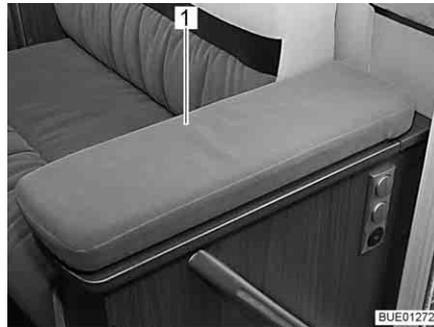
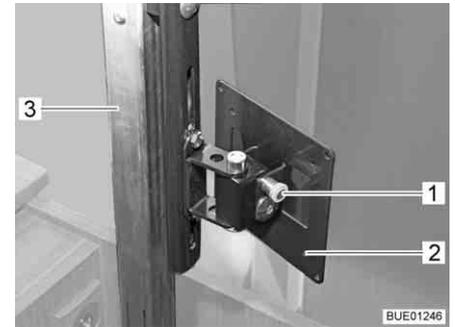

Fig. 54 Compartimento de TV
Fig. 55 Mecanismo de elevación
- Presionar ligeramente hacia abajo la parte central de la tapa (Fig. 54,1) del compartimento de TV. La columna de expulsión (Fig. 55,3) se desbloquea y sube.
- Tirar del botón de desbloqueo (Fig. 55,1) y girar el soporte (Fig. 55,2) con la pantalla plana a la posición deseada.
- Girar la pantalla plana de regreso a la posición inicial hasta que el soporte (Fig. 55,2) engatille en el bloqueo.
- Presionar hacia abajo la parte central de la tapa (Fig. 54,1) contra la resistencia de la columna de expulsión (Fig. 55,3) hasta que engatille el bloqueo.